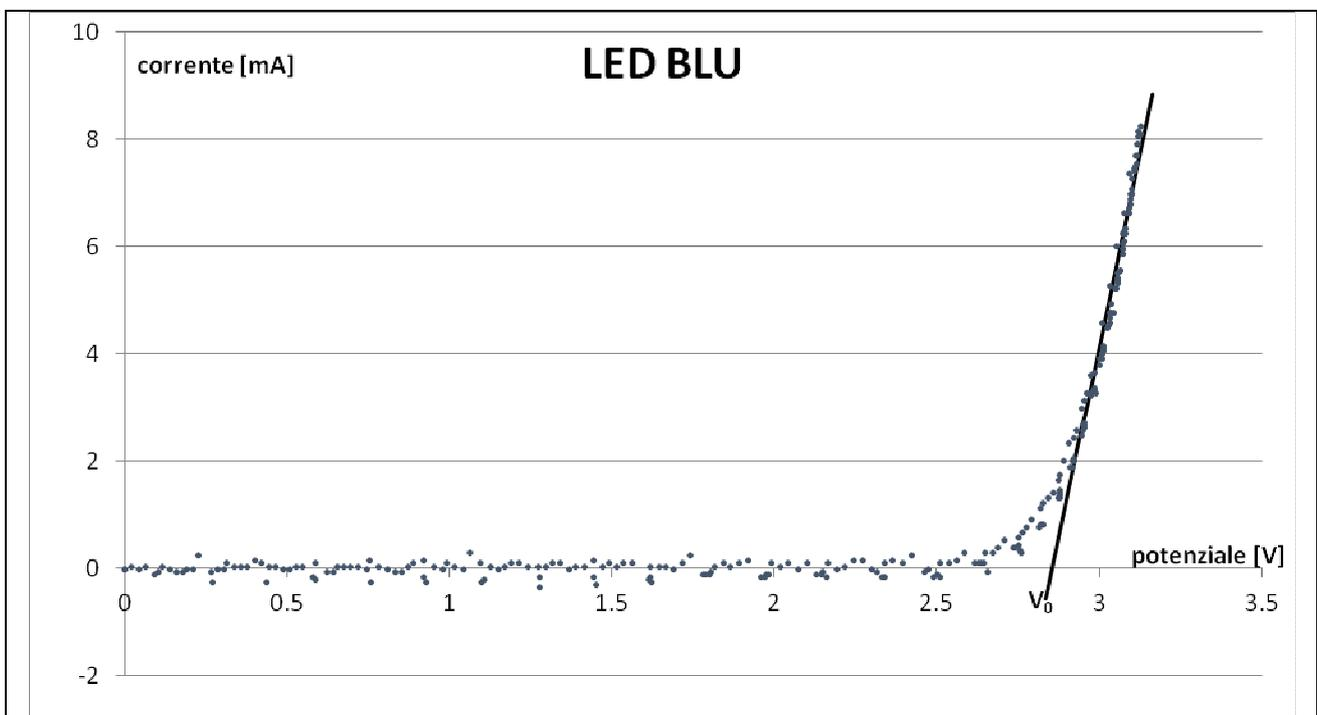

Figura 6 - Il risultato di una misura di prova effettuata con un LED blu.
- 4) Determinare la pendenza della parte in cui la corrente nel LED diventa lineare (vedi figura 6).
- 5) Fate la regressione lineare di questi valori come indicato nel punto 3 della scheda (pag. 8); si determinano il coefficiente angolare e il termine noto della retta di figura 6.